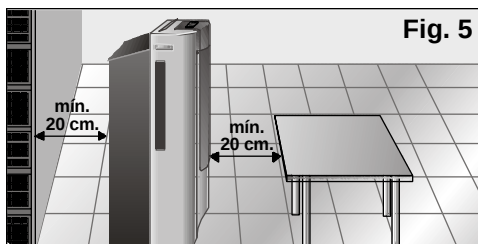

Fig. 5
- ☐ Par sécurité, avant de brancher votre appareil, assurez-vous qu'il se trouve à une distance d'au moins 20 cm de toute surface, **Fig. 5**.